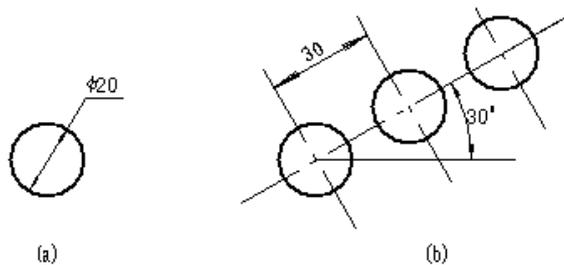

图4.2-25
② 系统将阵列均布的结果以黄颜色显示出来，出现图 4.2-25对话框，对显示结果是否满意，选〈是(Y)〉，则显示结果如图 4.2-24b)所示。